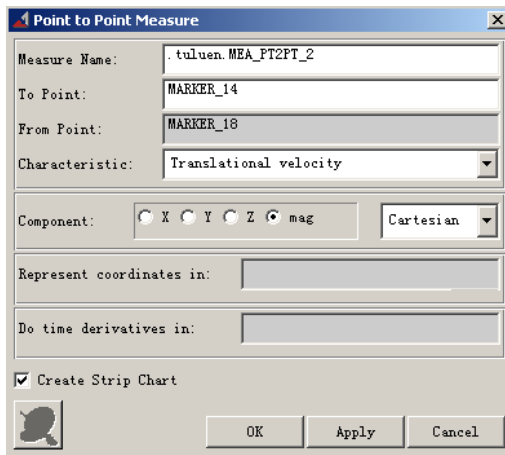
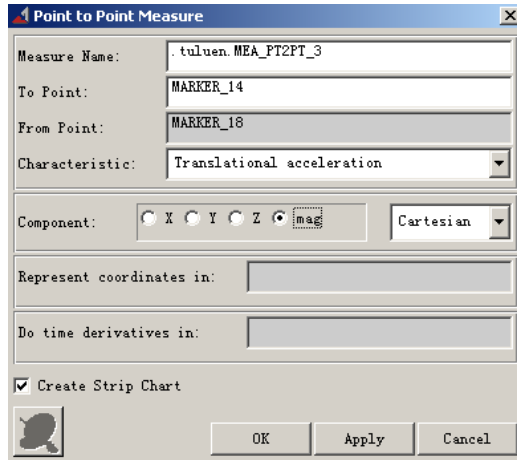

图 10-7 点与点之间测量速度对话框
图 10-8 点与点之间测量加速度对话框
10.4 在本设计中，速度和加速度的测量的过程和位移的过程几乎一样，只是在点与点之间测量对话框（Point to Point Measure）中的 **Characteristic** 项，分别选为 **Translational velocity**，如图 10-7 所示，或者 **Translational acceleration**，如图 10-8 所示。